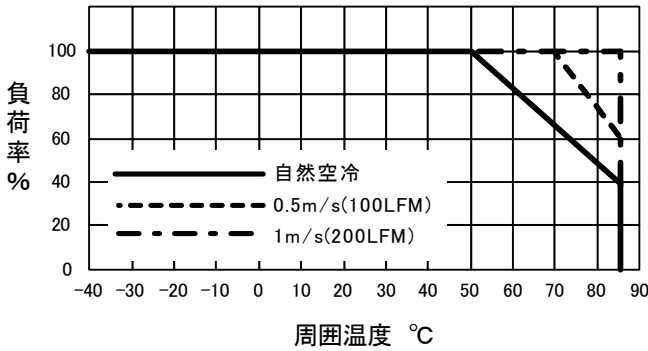

図1 出力デレティングカーブ
- 動作温度範囲 : T_{opr} $-40^{\circ}\text{C} \sim +85^{\circ}\text{C}$ (但し、 50°C 以上はデレティングカーブによる、図1参照)